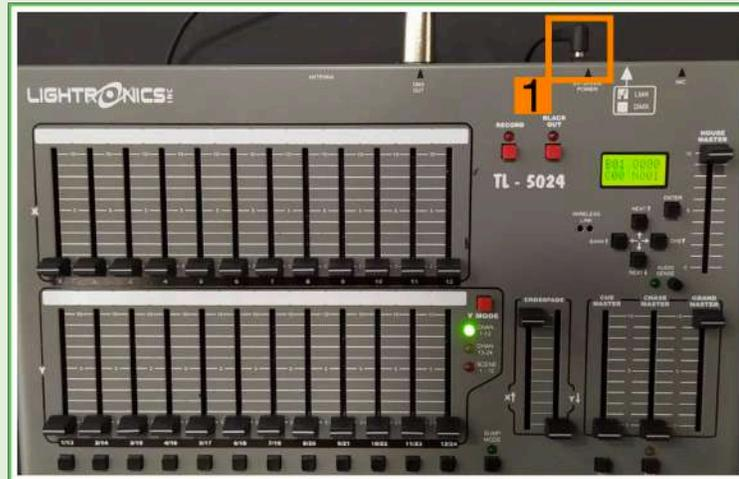

Imagen 65. Consola de luces estado inicial.
3. **Consola de luces:** Como se menciona en la sección de familiarización, la consola está en el estudio y hay que conectar el respectivo conector de energía; además, la configuración de los *faders* debe estar como se muestra en la imagen 65.
Si los *faders* de la consola no están como se visualiza en la imagen 65, por favor, moverlos a tales posiciones. Para continuar con el proceso de operación, se debe oprimir el botón rojo “Y MODE”, que enciende el led amarillo y apaga el led verde, indicando que la consola queda lista para operar.